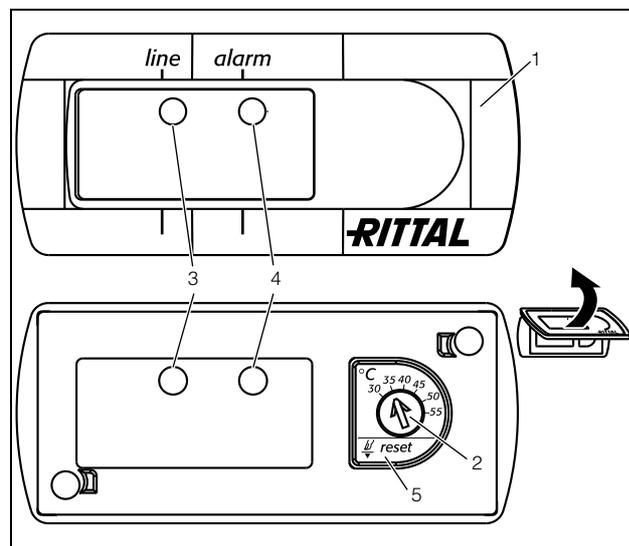

Imagen 33: Controlador básico
- Ajuste la temperatura teórica deseada en el dispositivo (imagen 33, página 21).
- Presione la tecla reset (Imagen. 33, nº 5) durante como mín. 3 segundos